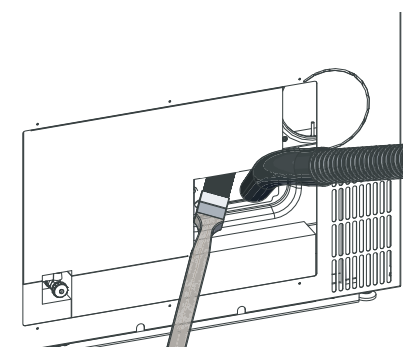

Fig. 58 Teile auf der Oberseite Ascheraum mit Pinsel reinigen und anschließend Ascheraum aussaugen
- ▶ Teile auf der Oberseite Ascheraum mit Pinsel reinigen und anschließend Ascheraum aussaugen – Fig. 58.